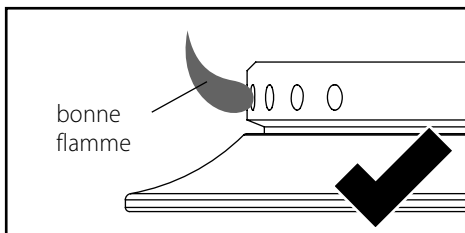

figure 5
- Remettre le venturi dans sa position initiale jusqu'à ce que l'extrémité jaune disparaisse (voir le figure 5) - il s'agit du réglage approprié du venturi. Serrer la vis de retenue.